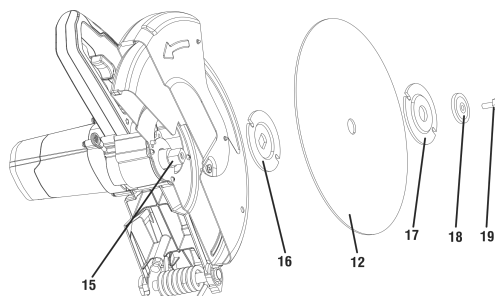

Fig. 3 – Instalação e extração do disco de corte
1. Levante a capa de proteção do disco (13);
2. Desaperte o parafuso (19) que fixa o disco girando no sentido anti-horário;
3. Remova o parafuso (19), a arruela (18) e as flanges (16 e 17) do eixo (15);
4. Instale cuidadosamente o disco de corte (12) no eixo (15) remontando pela sequência, como mostrado na Fig.3;
5. Abaixar a capa de proteção (13).